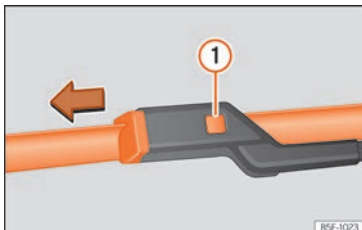

Fig. 39 Canvi de les escombretes de l'eixugaparabrises.
- Premeu la tecla de desbloqueig » fig. 39 ❶ mentre tibeu lleugerament l'escombreta en el sentit de la fletxa.